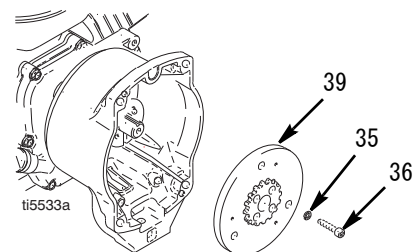

図 . 7
9. 図 . 7. クラッチアーマチュア (39) およびクラッチハウジング間にインパクトレンチまたはくさび状のものを差し込み、取り外し中にエンジンシャフトを支えます。
10. 4 本のネジ (36) およびロックワッシャ (35) を取り外します。
11. アーマチュア (39) を外します。